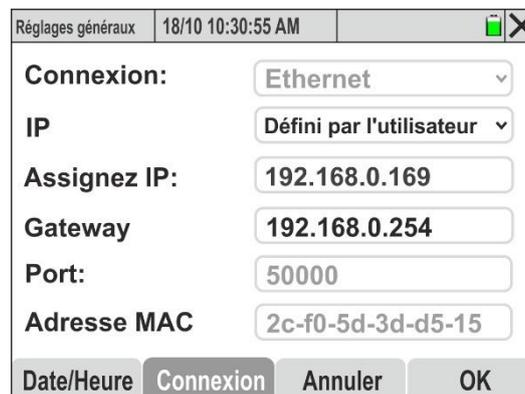

Fig. 16: Configuration communication via le réseau Ethernet – Mode Défini par l'utilisateur
17. Sélectionner l'option « **Interconnecter** », saisir l'adresse IP de l'appareil précédemment défini (voir Fig. 16) et confirmer avec « **OK** »